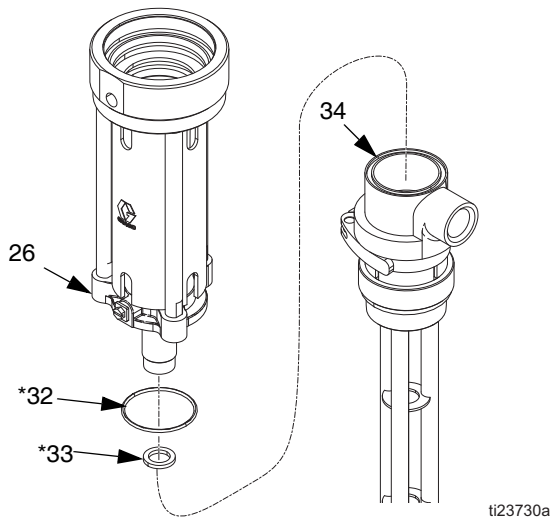

FIG. 23
11. Svitare la flangia di fissaggio (26) dal corpo della pompa (34). Rimuovere l'anello a O (32*) e la guarnizione PTFE (33*) dal corpo della pompa (34). Ispezionare tutte le parti per rilevare eventuali danni. Vedere FIG. 23.